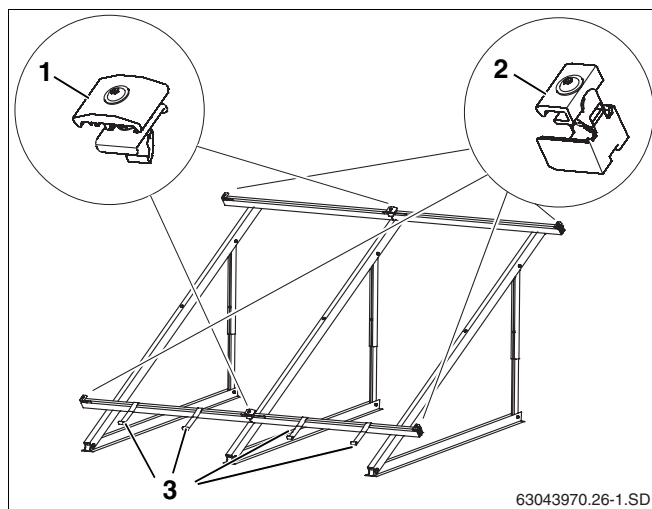

Fig. 44 Elementi di fissaggio per il collettore
Il fissaggio dei collettori sulle guide profilate avviene per mezzo dei giunti di collegamento unilaterali (fig. 44, **pos. 2**), all'inizio e alla fine di una serie di collettori, e dei giunti di collegamento bilaterali (fig. 44, **pos. 1**) tra un collettore e l'altro.
Inoltre, le sicurezze anti scivolamento (fig. 44, **pos. 3**) impediscono al collettore di scivolare.